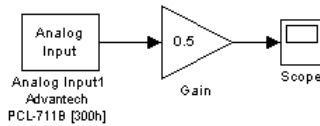

Рисунок 1.7 – Схема моделі
- 1.15.1.7 З'єднайте всі об'єкти документа моделі, створивши схему, що наведена на рис.1.7.